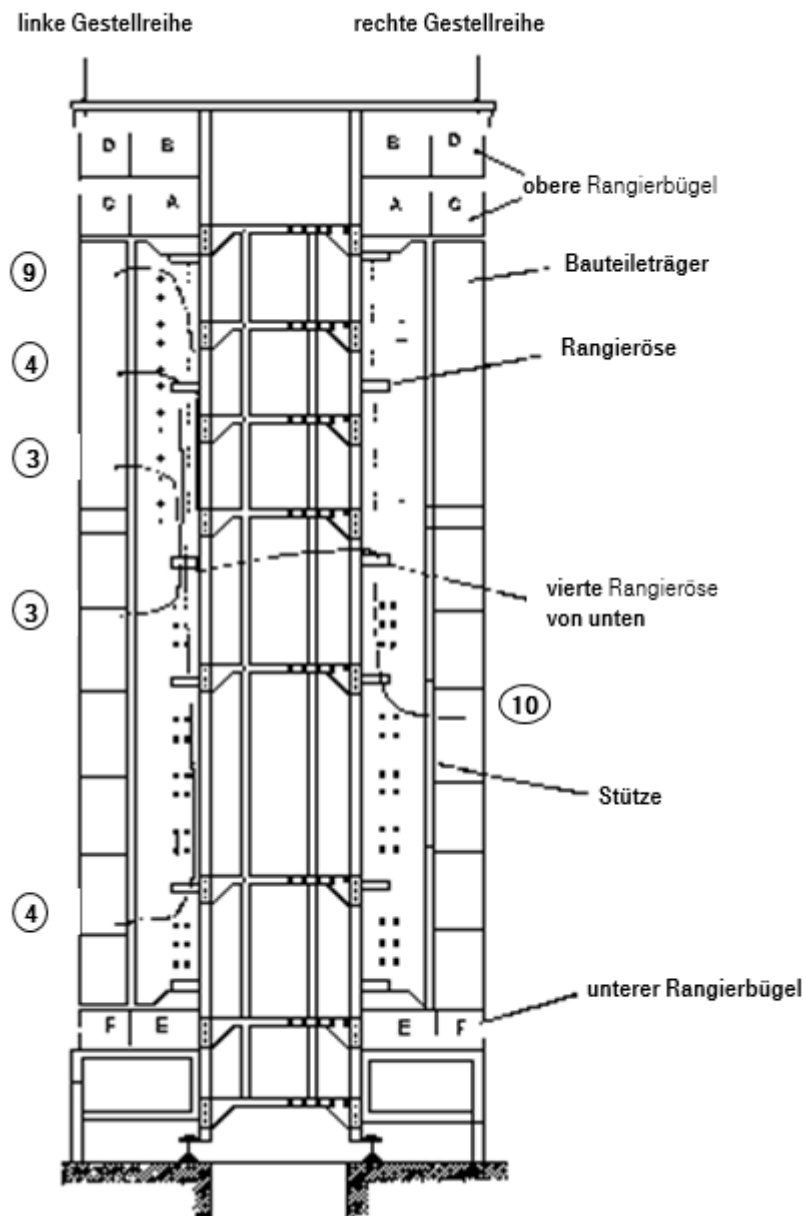
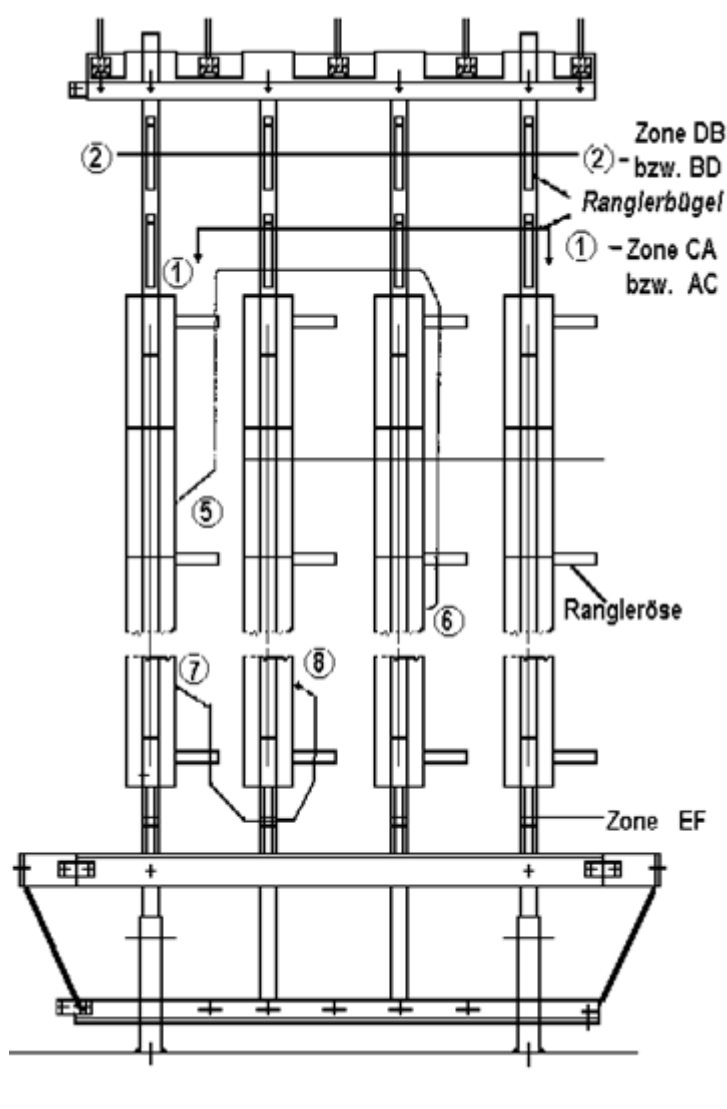

Abbildung 25: HVt 95S – Rangierverbindungen, Teil 1
Abbildung 26: HVt 95S – Rangierverbindungen, Teil 2
- 3) Rangierungen sind nach den entsprechenden Ausführungsunterlagen und Rangiervorschriften (*Abbildung 25* und *Abbildung 26*) auszuführen.